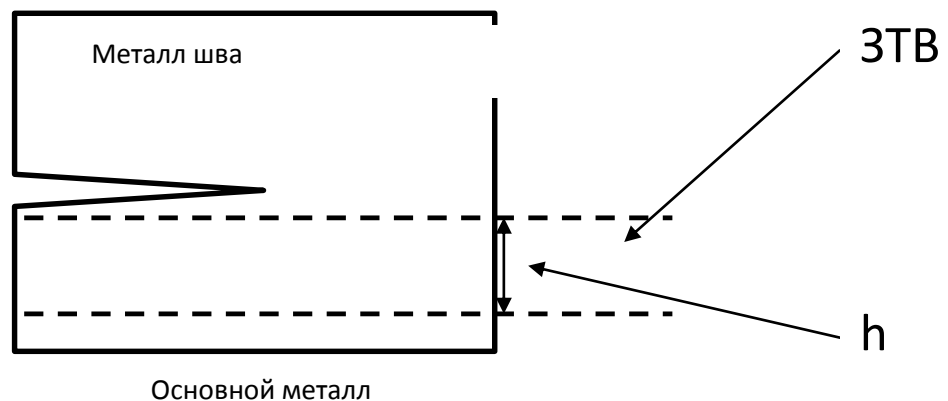

Рисунок 1
1) Требуется определить показатель «n» в уравнении Вейбулла, описывающим вероятность хрупкого разрушения образцов, представленных на рис. 1
2) Следует также ответить на вопрос, где разброс K_{fC} больше: при испытании образцов из хрупкого однородного материала или при испытании образцов, представленных на рис. 1.